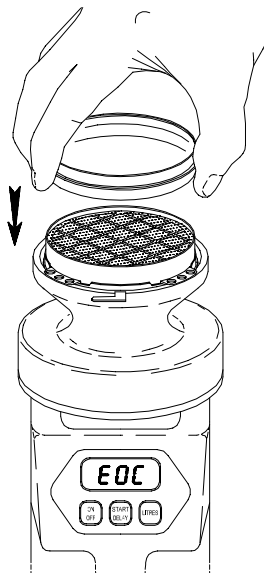

Fig. 5
7. Cuando la pantalla indique EOC, libere la rejilla, extráigala y vuelva a situar la tapa en el cassette (Fig. 5).